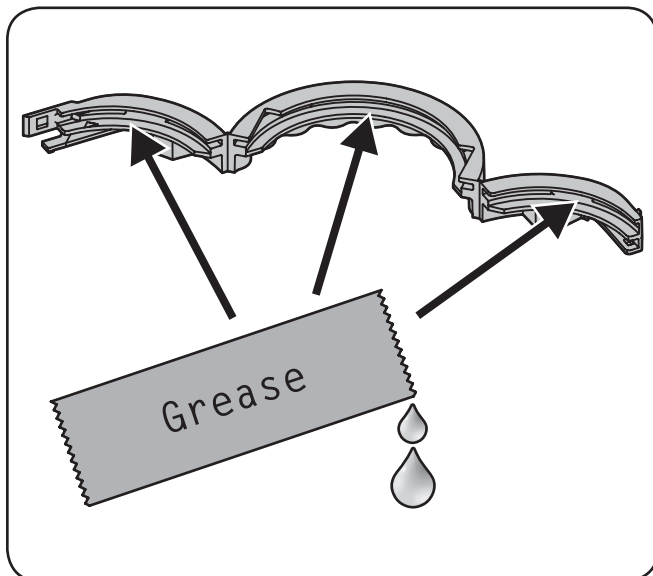

Figura 3-4
4. Coloque poco de la grasa de litio blanca en la banda Ofrecido caída, como se muestra en la Figura 3-4.